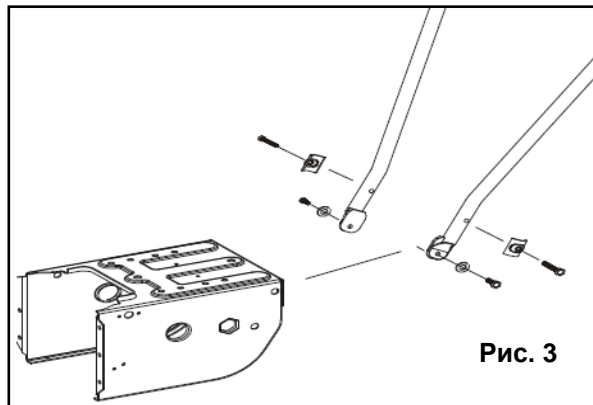

Рис. 3
- Установите рукоятку управления с помощью 4-х болтов к основанию снегоуборочника (См. Рис.3).